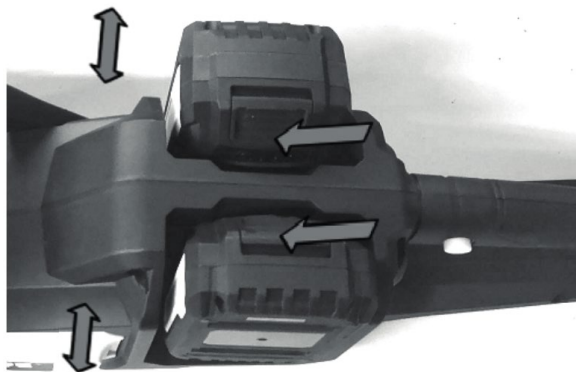

Рисунок 10. Схема під'єднання та від'єднання акумуляторної батареї.
4. Для від'єднання акумуляторної батареї (рис. 10) натиснути на клавішу фіксації АКБ та витягнути її з гнізда виробу.